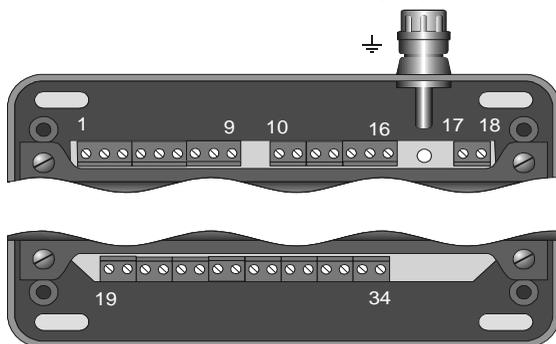

Рисунок 7.3
**Обработка состояния неисправность.** При подаче питания на прибор исполнительное устройство РЕЛЕ1 включается, т.е. если прибор выключен это соответствует состоянию неисправность. При возникновении состояния неисправность постоянно горит светодиодный индикатор НЕИСПР. и звучит сигнал зуммер (0.5 с сигнал 10 с пауза). Выключается внешнее исполнительное устройство РЕЛЕ1 – эквивалентно состоянию нет питания (см.рисунок 7.3). Отмена состояния **пропадание неисправности или нажатие кнопки “СБРОС” оператором.**
**Обработка состояния ПОРОГ1.** При превышении концентрации больше “порог1” включения СО мигает светодиодный индикатор ПОРОГ 1 (по 0.25 с сигнал/пауза), сигнал зуммера не звучит. Включается внешнее исполнительное устройство РЕЛЕ3 (см.рисунок 7.3). Отмена состояния **снижение концентрации СО < порога 1 отключения или нажатие кнопки “СБРОС” оператором.**
При превышении концентрации больше “порог1” включения любых других газов мигает светодиодный индикатор ПОРОГ 1 (по 0.5 с сигнал/пауза) и звучит сигнал зуммер (0.5 с сигнал 1.5 с пауза). Включается внешнее исполнительное устройство РЕЛЕ3 (см.рисунок 7.3). Отмена состояния **> порога 1 отключения или нажатие кнопки “СБРОС” оператором.**
**Обработка состояния ПОРОГ2.** При превышении концентрации больше “порог2” включения СО постоянно горит светодиодный индикатор ПОРОГ2, постоянное звучание ЗУММЕР. Включается внешнее исполнительное устройство РЕЛЕ2 (см. рисунок 7.3). Отмена звукового сигнала и восстановление состояния РЕЛЕ2 **снижение концентрации СО < порога 2 отключения и нажатие кнопки “СБРОС” оператором.** Отмена светового сигнала ПОРОГ 2 **снижение концентрации СО < порога 2 включения или нажатие кнопки “СБРОС”.**
При превышении концентрации больше “порог2” включения для БД СхНх постоянно горит светодиодный индикатор ПОРОГ2 и звучит сигнал зуммер (1.5 с сигнал 0.5 с пауза). Включается внешнее исполнительное устройство РЕЛЕ2 (см.рисунок 7.3). Отмена состояния **только нажатие кнопки “СБРОС” оператором,** так как значение ПОРОГ2 совпадает со значением перегрузки БД.